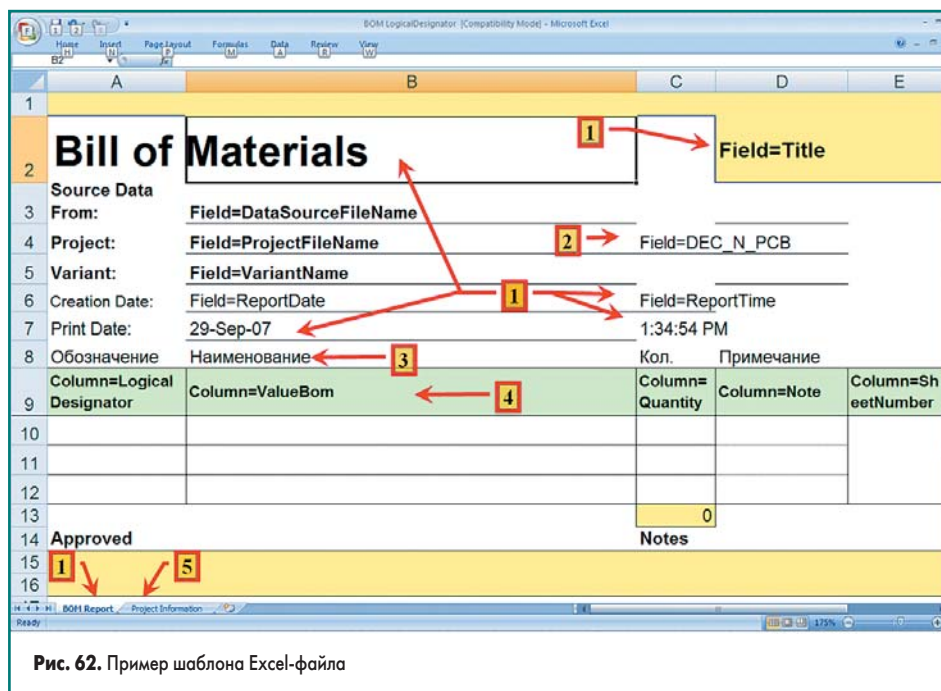

Рис. 62. Пример шаблона Excel-файла
Получение простого листа является достаточным условием для подготовки перечня. Однако желательно иметь в этом файле и служебную информацию о самом проекте для более адекватного отождествления данных файла с различными версиями проекта. Для этого загрузим, например, файл **Template/BOM Default Template.XLT** из папки, где находится пакет Altium Designer, и сохраним под именем **BOM LogicalDesignator.XLT**. На рис. 62 представлен вид листов Excel-файла, в котором были сделаны следующие изменения:
3. Добавим строку (рис. 62, строка 8) с надписями в столбцах, в соответствии с требованиями ГОСТ.
4. Поля типа **Column=xxxxxxx** (рис. 62, строка 9) изменим все. Они предназначены для добавления строк к листу с заполнением ячеек параметрами из проекта, идентичными данным, представленным в таблице (рис. 60) и формируемым пакетом Altium Designer. Для нашего проекта это: